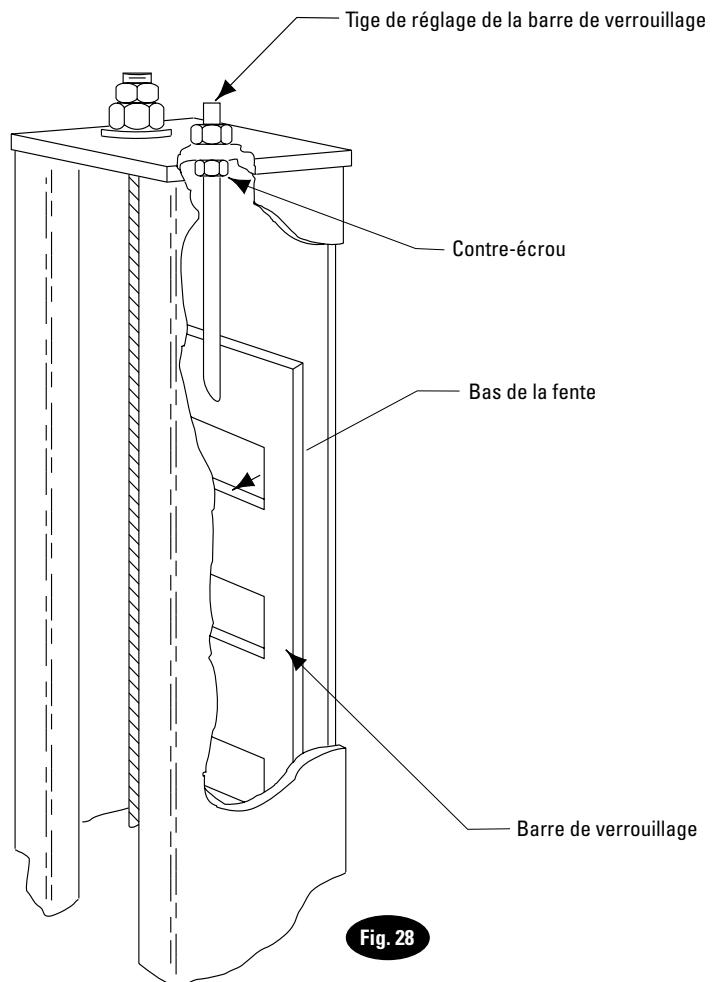

Fig. 28
- Régler le loquet de la barre de verrouillage avec l'écrou de réglage de sorte que la fente la plus élevée de la barre de verrouillage soit au moins à 5 cm (2 po) en dessous du loquet, Fig. 28. À la fin du réglage, serrer le contre-écrou sous la plaque du haut de la colonne, Fig. 28.